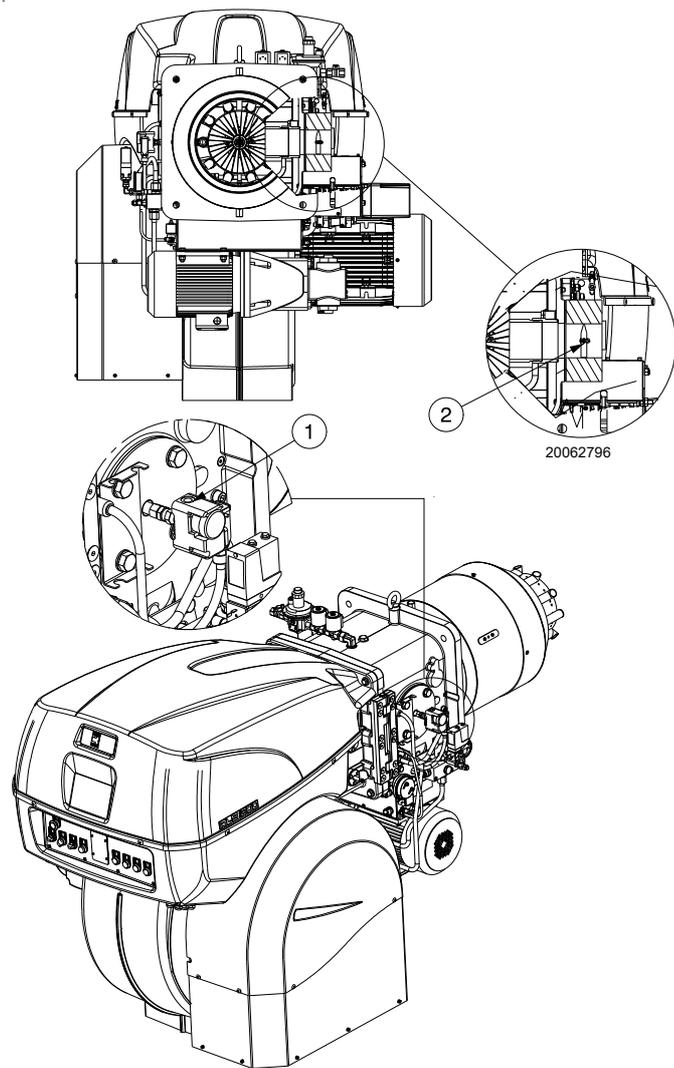

Fig. 27
Presión del gas en la toma 1)(Fig. 27 en la pág. 25), con:
Pérdida de carga válvula de mariposa del gas 2)(Fig. 27 en la pág. 25) con apertura máxima: 90°.
- restar a la presión del gas en la toma 1)(Fig. 27) la presión de la cámara de combustión.
Presión del gas en la toma 1)(Fig. 27) = 44,2 mbar
Para conocer la presión del gas necesaria en la toma 1)(Fig. 27), fijada la potencia máxima de modulación a la cual se desea que funcione el quemador:
- Leer a la derecha, columna 1, la presión en la toma 1)(Fig. 27).
presión necesaria para la toma 1)(Fig. 27).